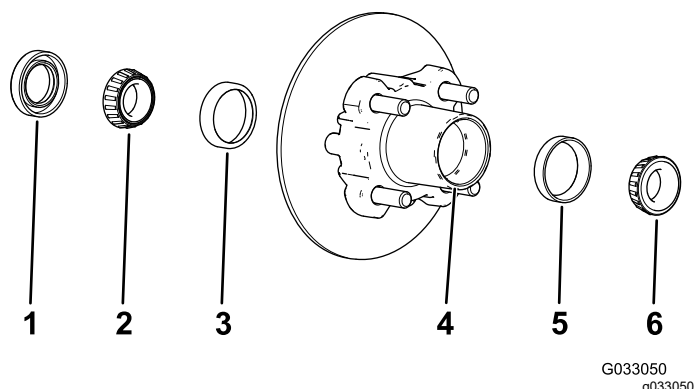

Figure 35
1. Déposez le roulement extérieur et la bague de roulement du moyeu (Figure 35).
2. Déposez le joint et le roulement intérieur du moyeu (Figure 35).
5. Éliminez la graisse, la saleté et les débris déposés à l'intérieur de la cavité du moyeu (Figure 35).
7. Remplissez la cavité du moyeu de 50 à 80 % environ avec la graisse spécifiée (Figure 35).
8. Assemblez le roulement intérieur sur la bague sur le côté intérieur du moyeu et montez le joint (Figure 35).